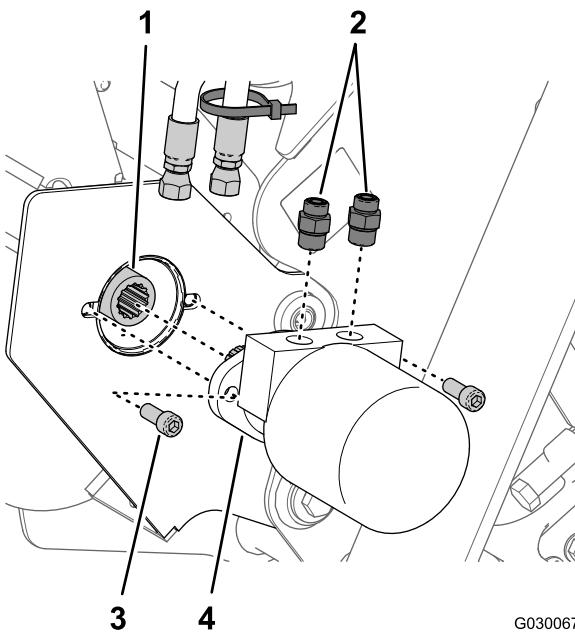

Рисунок 3
- Снимите 2 гидравлических шланга с прямого гидравлического штуцера в гидромоторе (Рисунок 3).
5. Выверните два болта с внутренними шестигранниками (1/2 x 1-1/4 дюйма), которые крепят гидромотор привода траншеекопателя к головке траншеекопателя, и снимите гидромотор (Рисунок 3).
7. Снимите 2 прямых гидравлических штуцера со старого гидромотора (Рисунок 3).
8. Снимите муфту с вала привода траншеекопателя (Рисунок 3).